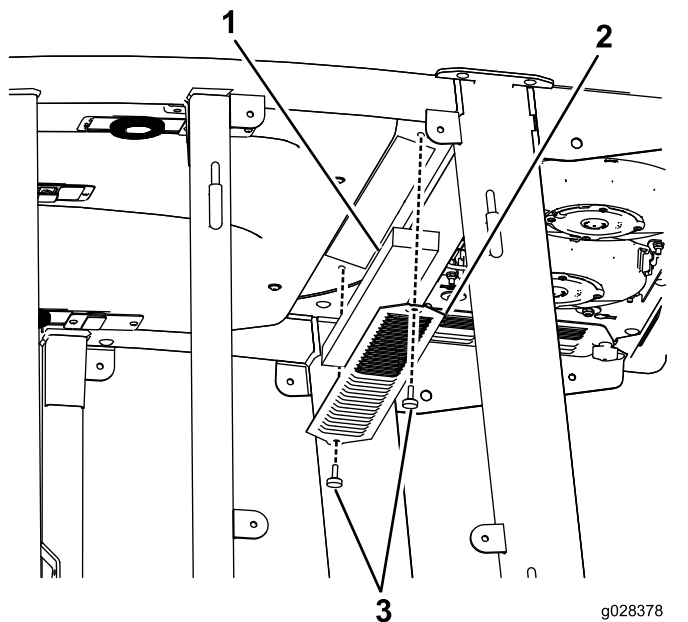
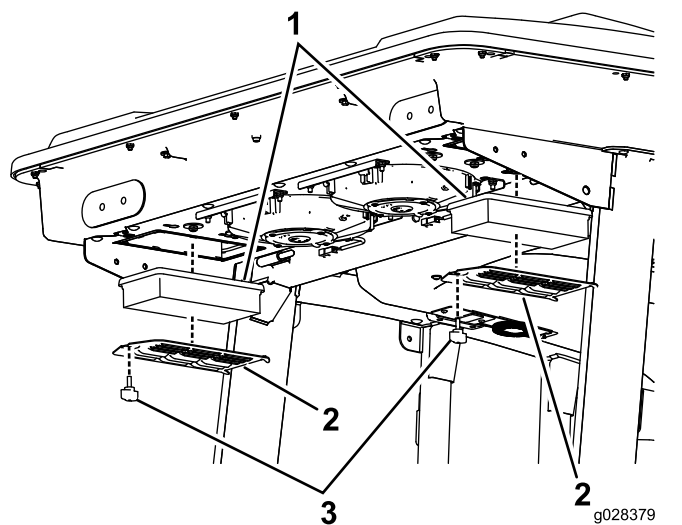
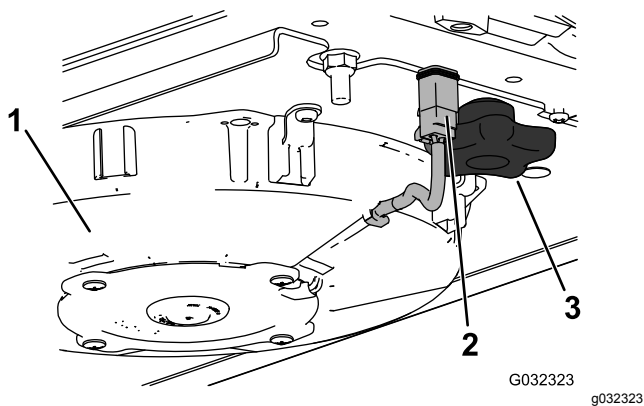
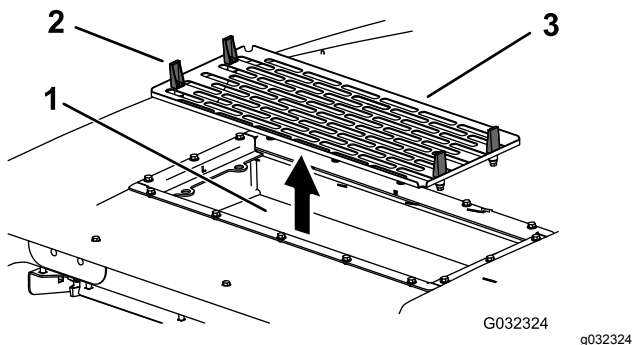

Bild 115
Bild 116
Bild 117
Bild 118
1. Nehmen Sie die Schrauben und Gitter von den internen und hinteren Kabinenluftfiltern ab (Bild 115 und Bild 116).
- 5. Entfernen Sie die Luftfilter (siehe Bild 116).
- 7. Bauen Sie Luftfilter, Gitter und Klimaanlage wieder ein (Bild 116, Bild 117 und Bild 118).
- 8. Schließen Sie das Kabel jedes Lüfters an (Bild 117).